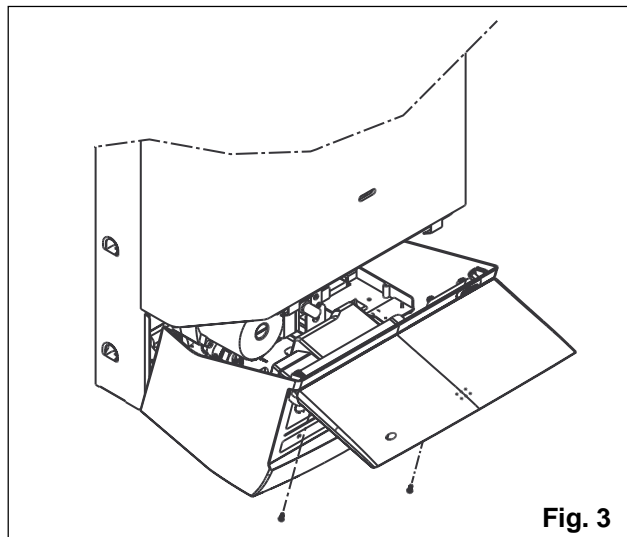

Fig. 3
- afmonter de to skruer, som fastgør låget til elektronikboksen (fig.3) og fjern denne.